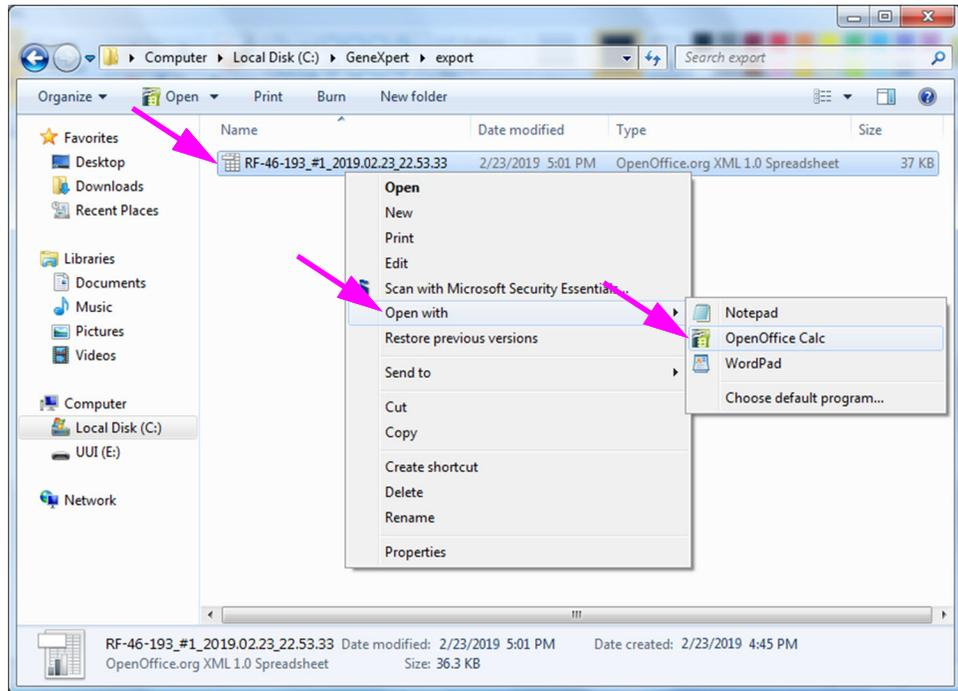

Figure D-1. Ouverture d'un fichier .csv pour configurer AOO (exemple)
1. Dans le dossier GeneXpert de votre système, accédez au dossier **Export**. Faites un clic avec le bouton droit sur le fichier .csv que vous souhaitez ouvrir. Quand le menu déroulant s'ouvre, cliquez sur **Open with (Ouvrir avec)** et sélectionnez **OpenOffice Calc**. Consultez la Figure D-1.